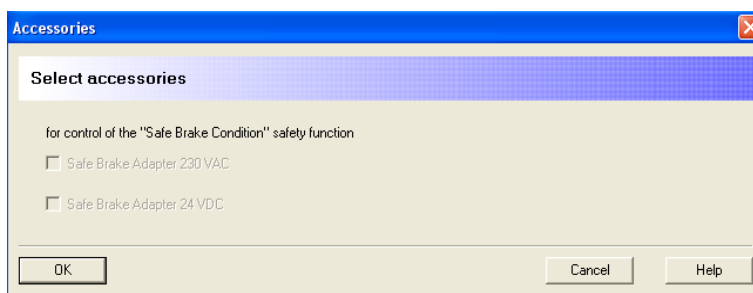

Figura 3.2.37 “Select accessories”
- *Accesories*: abre la ventana que se puede observar en la figura 3.2.37, en la que se muestra la opción de incluir frenos de seguridad para distintas condiciones (*Safe brake condition*). En este caso al no contar este eje con freno de seguridad no se puede seleccionar ninguna de las opciones.